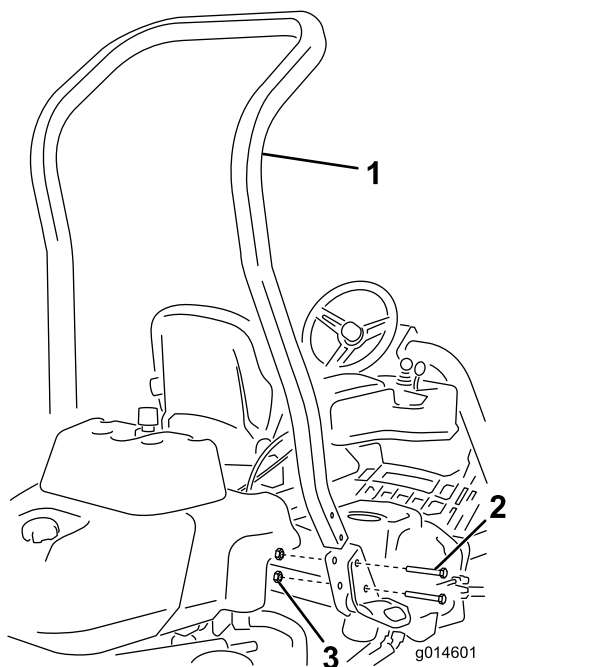

図 3
3. 機体の左右にあるポケットにROPSを差し込み、ボルト $\frac{1}{2}$ x $3\frac{3}{4}$ インチ4本とフランジナット4本 $\frac{1}{2}$ インチで **図 3** のように固定する。